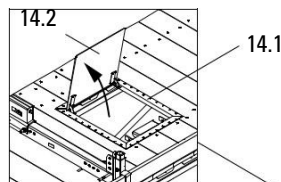

Fig. A2.04a
- Поставете люк 55 x 60 (14.1) в отвора. Капакът му (14.2) да се отваря към стената. (Fig. A2.04a)